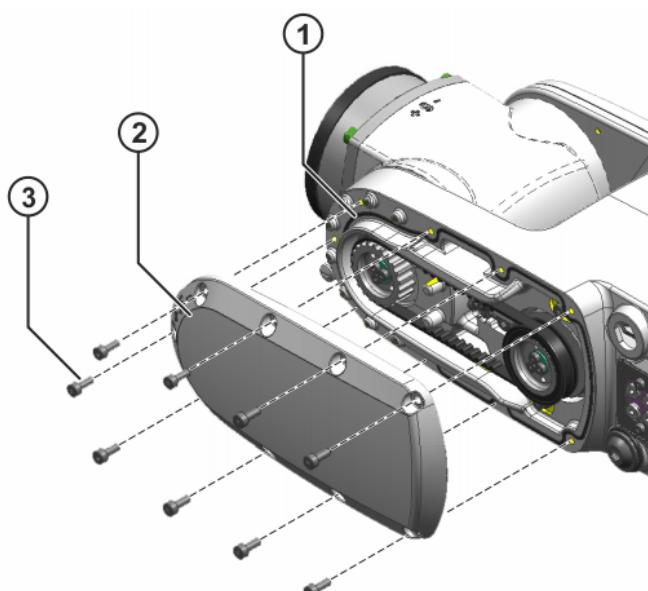

Abb. 10-6: Deckel A5 und Schaumdichtung riemenseitig
1. Schaumdichtung des Deckels vorsichtig reinigen (>>> Abb. 10-6).